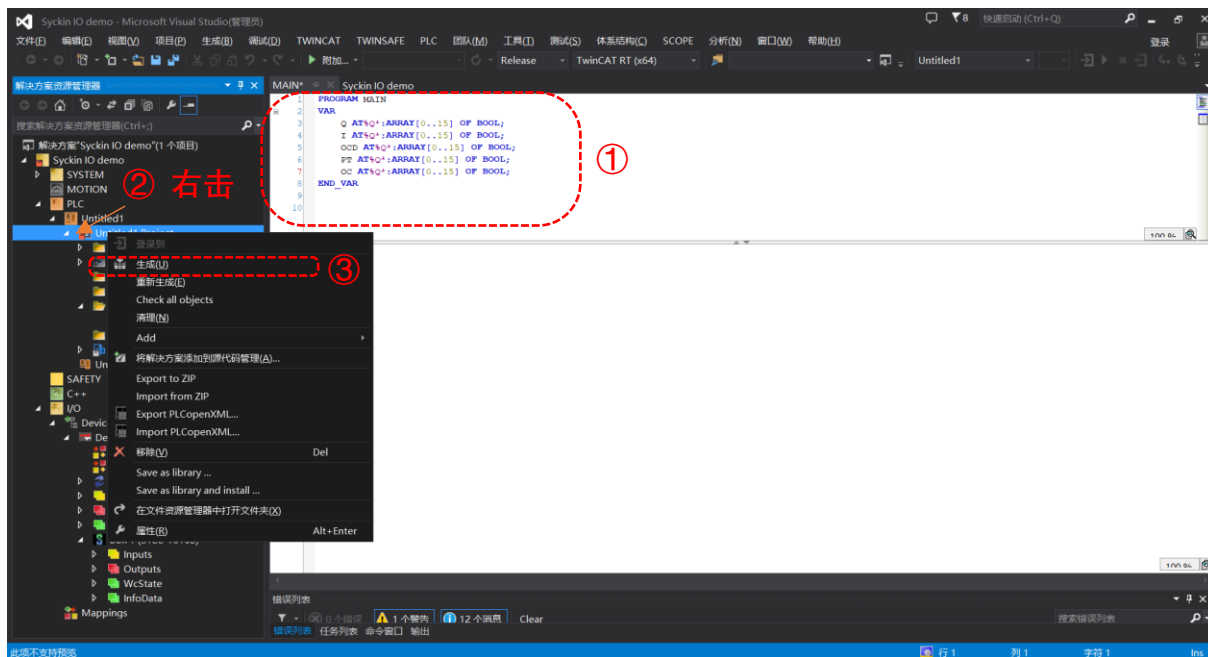

图 3.87
► **温馨提示:** I/O 映射变量的声明必须遵循“AT%Q*:”的格式, 同时新变量声明完要重新生成, 才会有变量接口, 如图 3.87—3.88